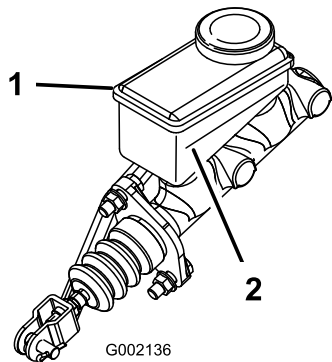

图 51
3. 观察油箱侧面的油位线图 51。
- B. 向油箱添加 DOT 3 刹车油直至液位到达最低标志线上方图 51。